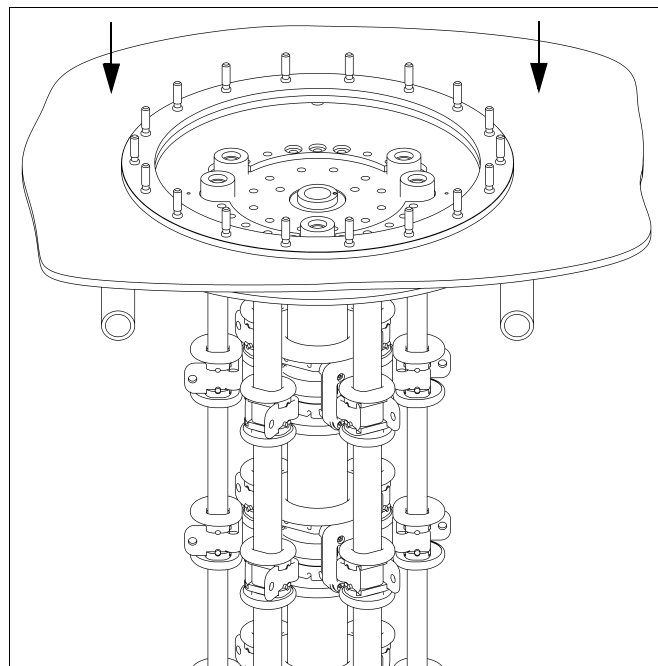

рис. 108
10) Поднимите колокол над активной частью трансформатора (и, таким образом, над устройством ПБВ, рис. 108).